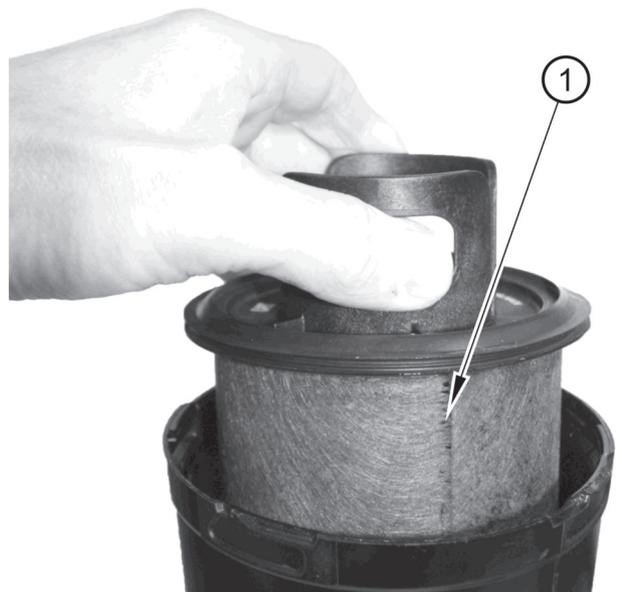

Abbildung 36
2. Entfernen Sie das Filtergehäuse (Abbildung 36, Nummer 1) und entsorgen Sie es.